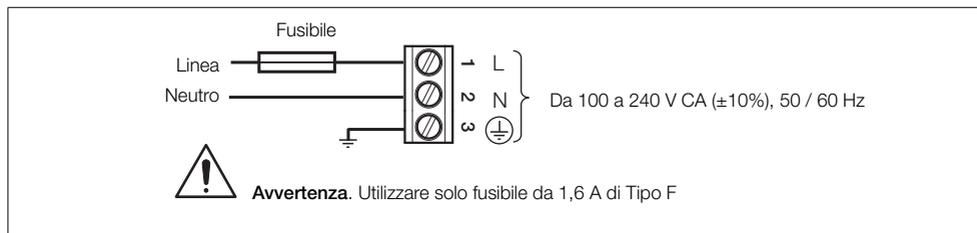

Fig. 4.1 Collegamenti di alimentazione CA
- Il trasmettitore non è dotato di interruttore, quindi è necessario applicare all'installazione finale un dispositivo di spegnimento, ad esempio un interruttore o un interruttore di circuito, conforme alle norme di sicurezza locali. Tale dispositivo deve essere montato nelle immediate vicinanze del trasmettitore e alla portata dell'operatore. Deve essere inoltre chiaramente contrassegnato come dispositivo di spegnimento del trasmettitore; vedere Fig. 4.1, a pagina 12.